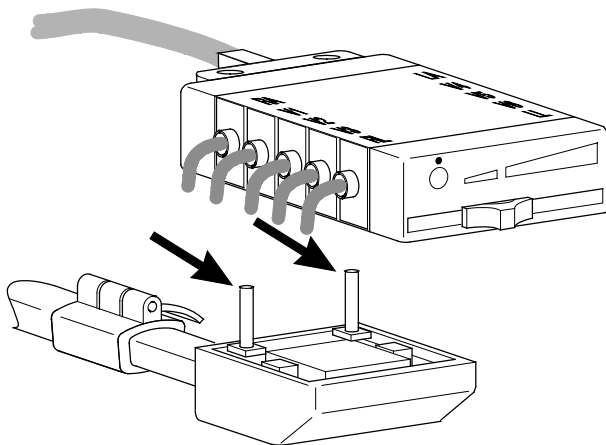

Bild 3-4. Aufstecken des Elektrodenverteilers
- \* Stecken Sie anschließend den Elektrodenverteiler auf die Zapfen der Halterung (Bild 3-4).